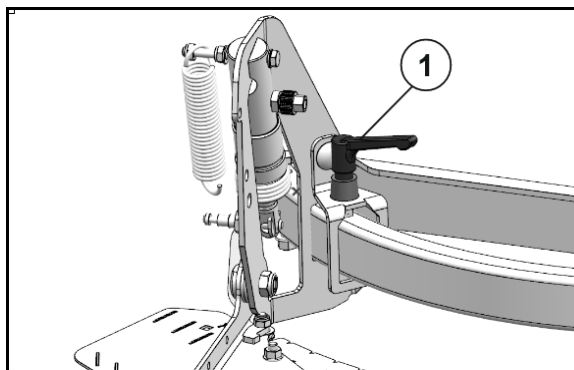

Bild 65
1. Lossa klämspaken för att göra detta (Bild 65/1).